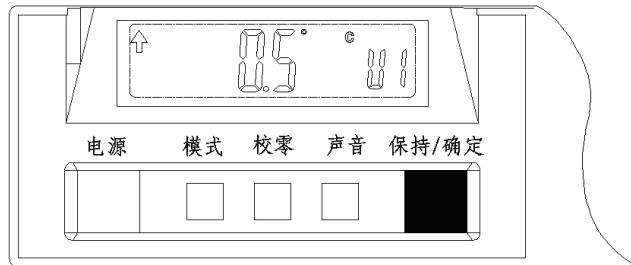

图 G-12
2) 保持坡度计不动, 再轻压【保持/确定】按钮一次, 坡度计液晶显示区右侧小字体显示为“U1”, 见图 G-12;